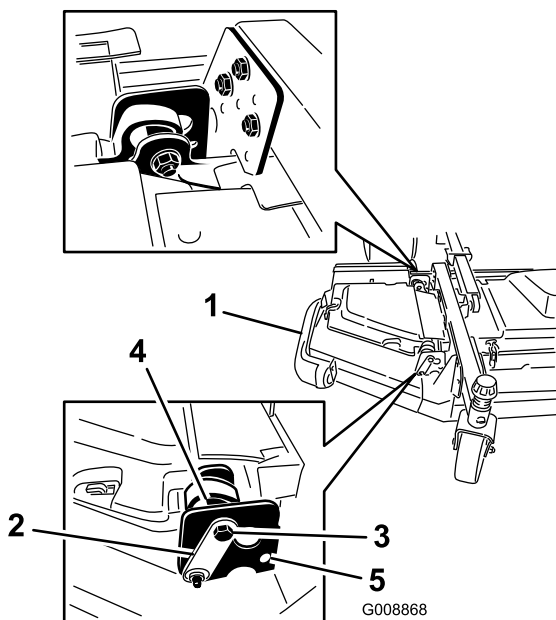

Figure 4
4. Placez les boulons d'arrêt avant et arrière dans les trous supérieurs et les excentriques (Figure 4).